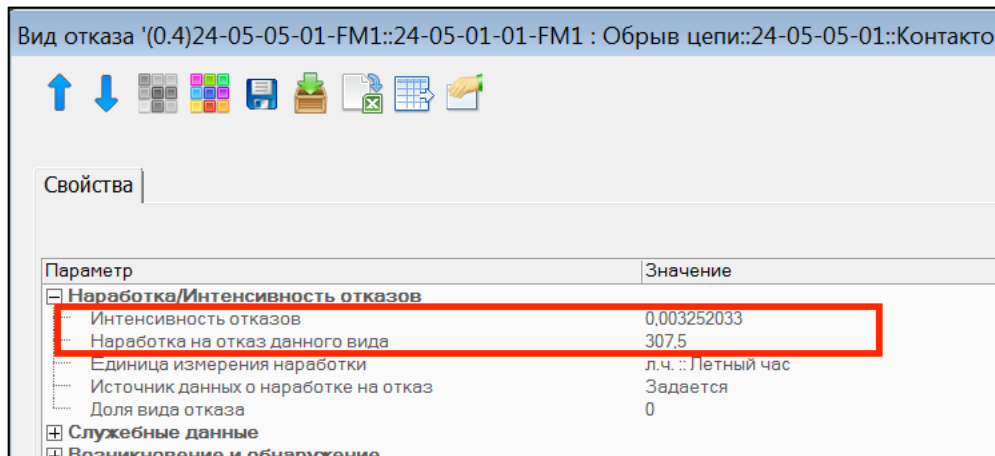
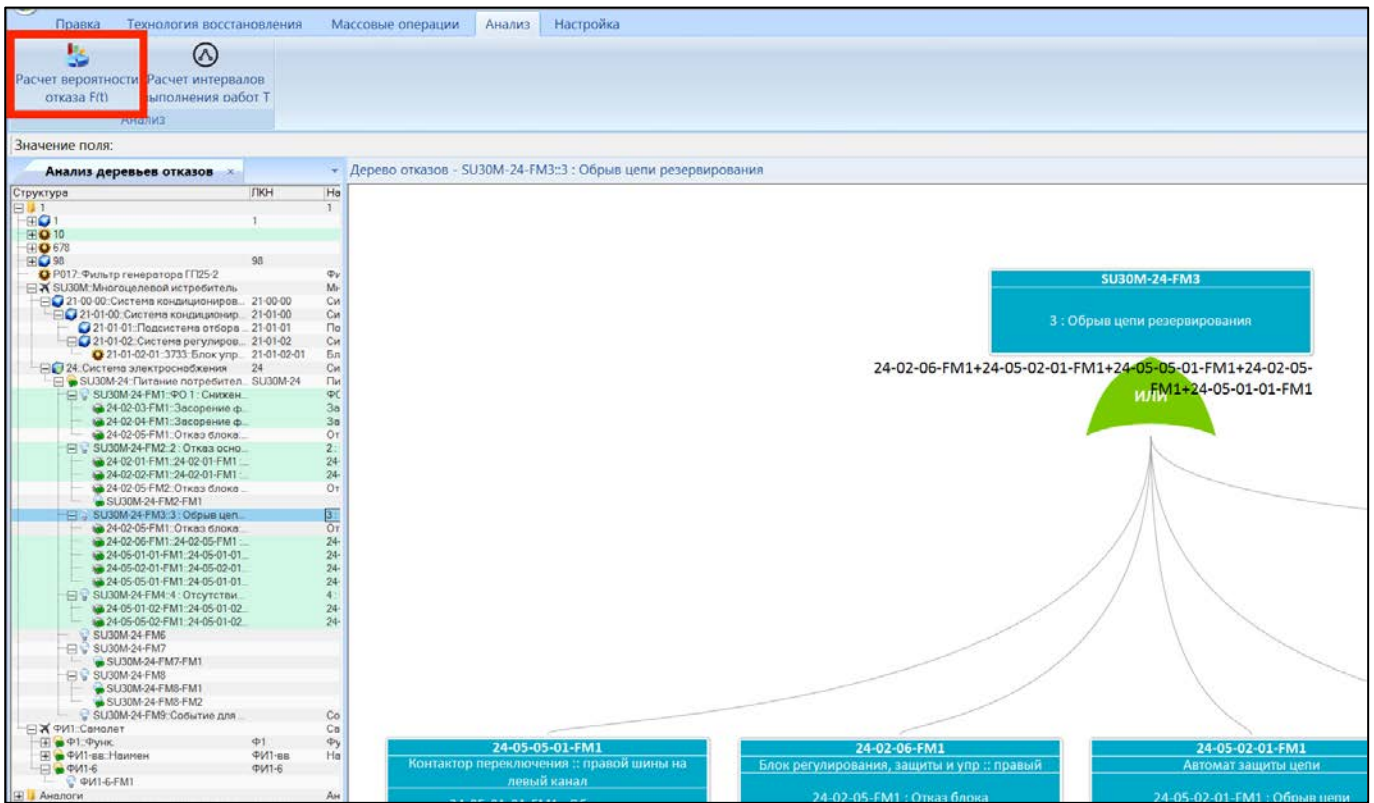

Рис. 10-356 – Атрибуты КО, используемые при расчете наработки на отказ
Рис. 10-357 – Выполнение расчета вероятности ФО
- вид связи между ФО и КО (логический оператор) (рис. 10-356 и рис. 10-357).
1) Открыть окно свойств КО (см. рис. 10-357). Для этого выбрать КО в окне «Анализ деревьев отказов» и в его контекстном меню выбрать пункт «Свойства», или дважды щелкнуть на КО в окне «Дерево отказов».
Для изменения вида логического оператора необходимо открыть окно свойств ФО и выбрать нужное значение для атрибута «Логический оператор» (см. рис. 10-356).